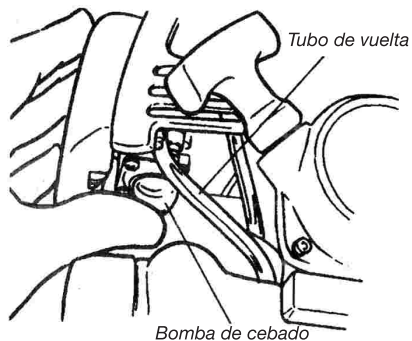

Imagen 26
3. Cebe el motor presionando cuatro o cinco veces la bomba de cebado del carburador. Ver Imagen 26. Debería ver combustible dentro de la bola de cebado.